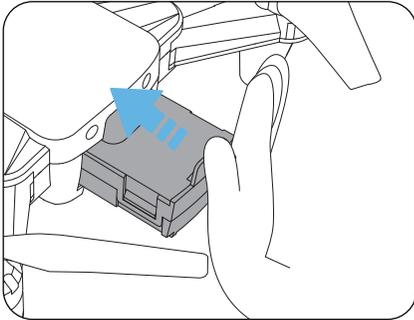

Bild 3
**Installation:** Schieben Sie die Batterie richtig in das Batteriefach der Drohne. Stellen Sie sicher, dass die Batterie eingelegt ist, um sicherzustellen, dass sich die Batterie im Batteriefach verklemmt. (Bild 3)